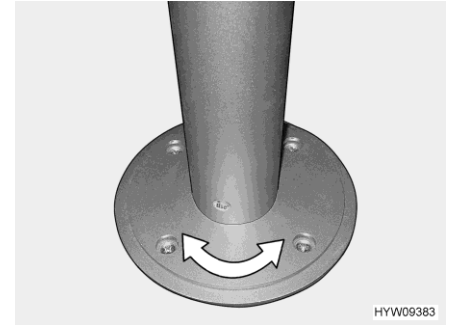

Bild 64 Pelar-bordsben (vridbart)
- Vrid bordsskivan till önskad position. Detta kräver en viss kraftansträngning eftersom bordsskivan vrids mot friktionsmotståndet på pelar-bordsbenet (Bild 64).